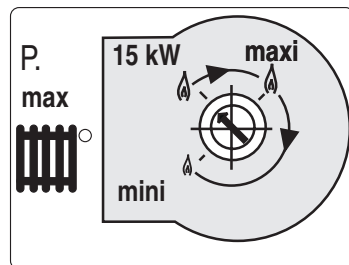

Рис. 21
- Потенциометр на мощность 23 кВт (P / рис. 21) настройте так, чтобы стрелка находилась в направлении вертикально вверх.
- Повторно проведите настройку с помощью потенциометра (P / рис. 21) в диапазоне min – max .